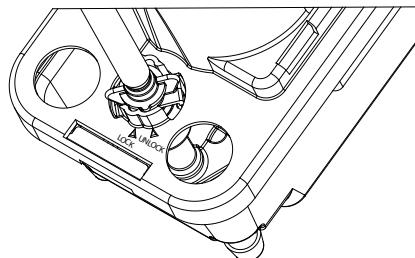

Fig. 3 • Abb. 3 • Afb. 3 (DE/IT/NL/DA)
- Stecken Sie das Rückschlagventil in das Ablassloch, und drehen Sie es von Hand eine Viertelumdrehung (Abbildung 3).